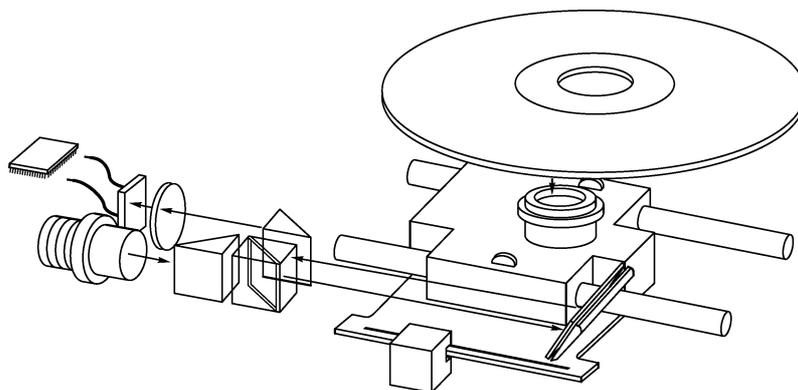

Рис. 13.2. Структура накопителя CD-ROM
1. *Полупроводниковый лазер* (рис. 13.2) генерирует маломощный инфракрасный луч, который попадает на отражающее зеркало.